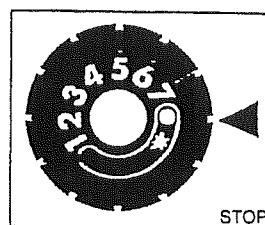

Fig. 5
- Ställ termostatratten i stoppläge, fig. 5.